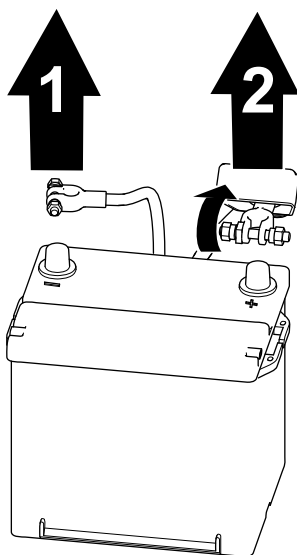

Figure 60
1. Débranchez le câble négatif de la borne de la batterie (Figure 60).
2. Soulevez le capuchon isolant et débranchez le câble positif de la borne de la batterie (Figure 60).